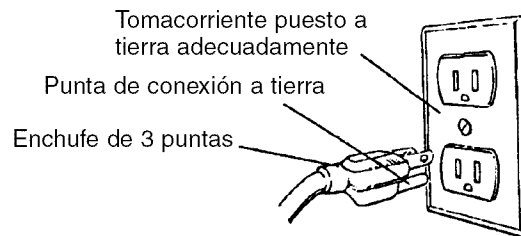

Figura 6 – Receptáculo para 3 Puntas
- Esta herramienta viene equipada con un cable aprobado y especificado para 150 V y un enchufe de 3 puntas para conexión a tierra (vea la Figura 6) que lo protegen a usted contra el riesgo de un electrochoque.
- El enchufe de conexión a tierra deberá conectarse directamente a un receptáculo para 3 puntas instalado y conectado debidamente a tierra, tal como se muestra (vea la Figura 6).